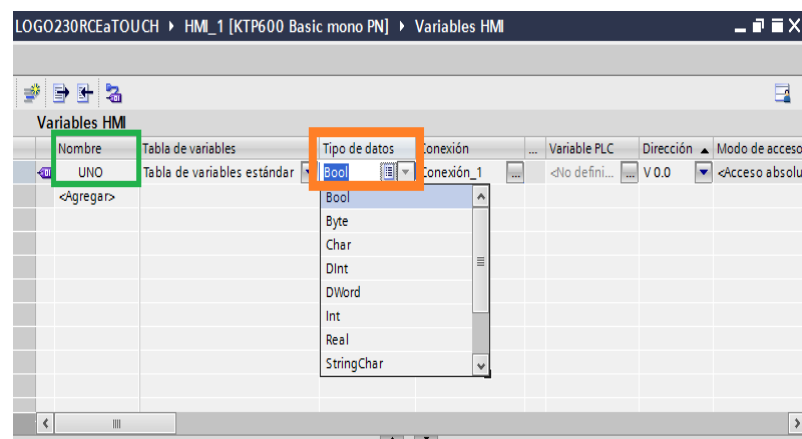

Figura 137: Configuración de tabla de variables estándar.
- En conexión desplegar la pestaña, seleccionar conexiones y seleccionar “Conexión_1” Figura 137.